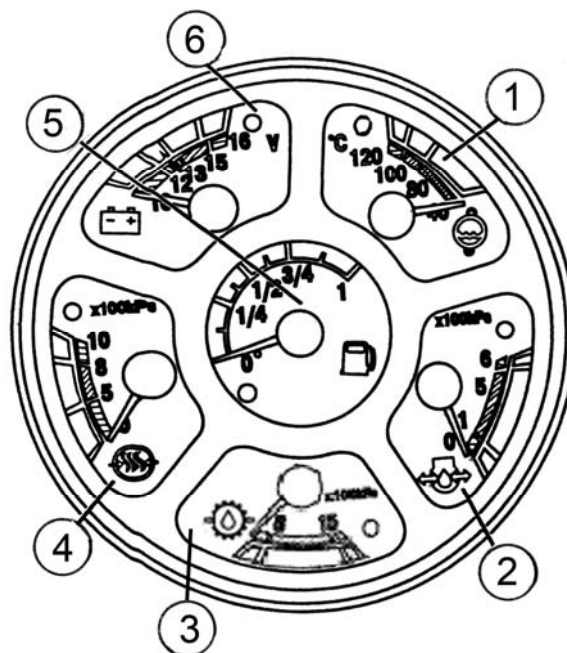

Рис. 9 Комбинация приборов
2. Указатель температуры (1), рис. 9, работает в комбинации с терморезисторным датчиком температуры (ВК1) типа (ДУТЖ- 02М, диапазон сопротивления 243...22,5 Ом).